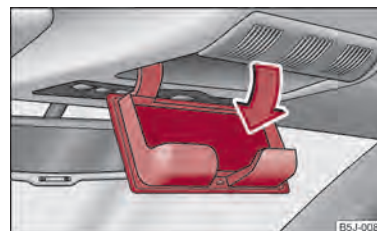

Fig. 70 Imagine din plafon: Compartimentul pentru ochelari
- Apăsăți capacul compartimentului, compartimentul se va deschide spre în jos ⇒ fig. 70.